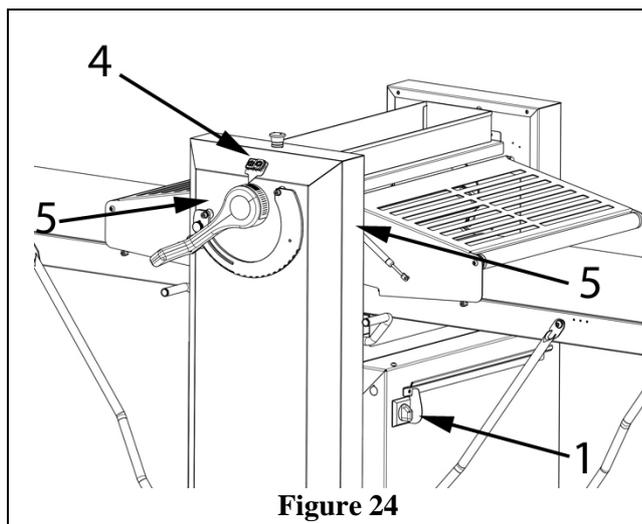
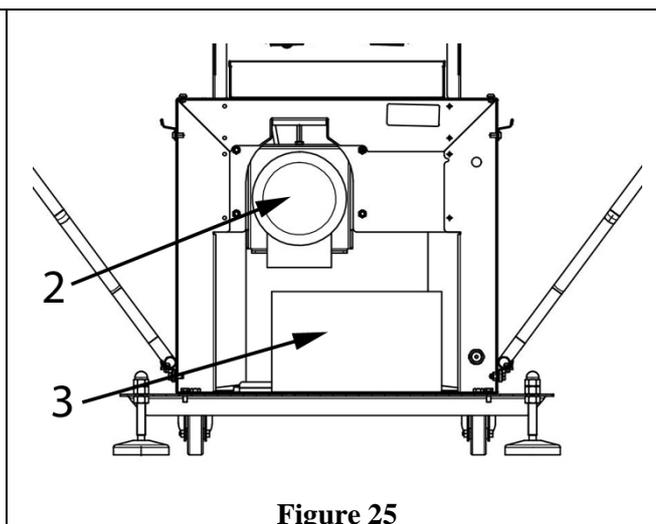

Figure 24
Figure 25
- Un système électrique (Figure 25; pos.3) composé des dispositifs de contrôle et de commande de la machine, positionnés à l'intérieur de celle-ci.
- Un panneau de commande à boutons-poussoirs (Figure 24, pos.4, voir par.4.5).
Légende (Figure 24 et Figure 25)